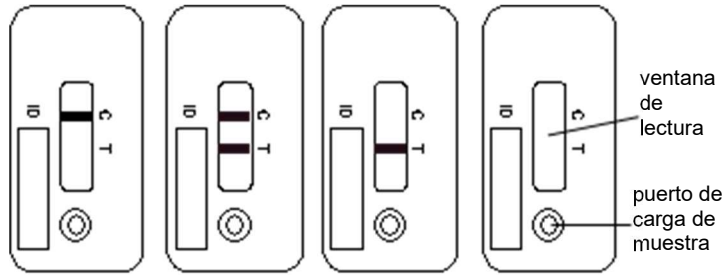

Figura 1A Figura 1B Figura 1C Figura 1D
- Para la obtención de un resultado válido de la prueba, la línea control (C) debe ser visible en cualquier caso (véanse las figura 1A y figura 1B). Se usa sólo como control funcional de la prueba y no puede usarse para la interpretación de la línea de test (T). Si la línea de test (T) no es detectable después de 15 minutos de incubación (figura 1A), no hay cantidades detectables de adalimumab presentes en la muestra de suero. Si la línea de test (T) es detectable después de 15 minutos de incubación (figura 1B), la cantidad de adalimumab presente en la muestra de suero se calcula mediante el Quantum Blue® Reader.